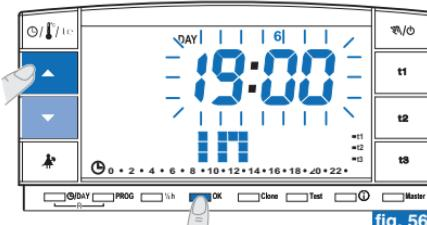

fig. 56
- Sul display appare (lampeggiante) l'ora in cui si intende terminare il conteggio (rientro nell'abitazione), con i tasti **▲▼** impostare l'ora; confermare premendo il tasto **OK** (fig. 56 a pagina successiva).
- Terminato l'inserimento dei dati e confermato con il tasto **OK** (esempio in fig. 56), sul display possono apparire **due differenti visualizzazioni** (a seconda dei dati inseriti):
- Premendo il tasto **OK** (esempio in fig. 56) il cronotermostato inizierà il conto alla rovescia ed il programma P04 Holiday manterrà la temperatura **t3 Assenza** impostata (impostazione di fabbrica 5°C in modalità "Inverno" e 33°C in "Estate", entrambe regolabili come da paragrafo 5.6) fino al termine delle ore programmate e sul display si visualizza il numero delle ore mancanti al termine del programma più la scritta **HOLIDAY** (esempio in fig. 57).
- Premendo il tasto **OK** (esempio in fig. 56) il cronotermostato tornerà al programma in funzione prima dell'inserimento dei dati nel programma **P 04**, in attesa di avviare quest'ultimo programma.